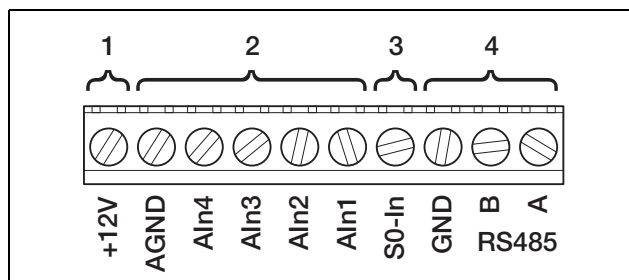

Abbildung 39: Kabelklemme
- Schließen Sie die Leitungen entsprechend der Anschlussbelegung (Tabelle 7) an der Klemme (4 in Abbildung 39) an.
- Schließen Sie die Leitungen entsprechend der Anschlussbelegung (Abbildung 39 und Tabelle 7) an der Klemme an.
Auf der Klemme für analoge Schnittstellen (Abbildung 39) befinden sich Anschlüsse für die serielle **RS485-Schnittstelle**. Über RS485 können, abhängig von den benutzten Wechselrichtern, bis zu 200 Wechselrichter vernetzt werden.